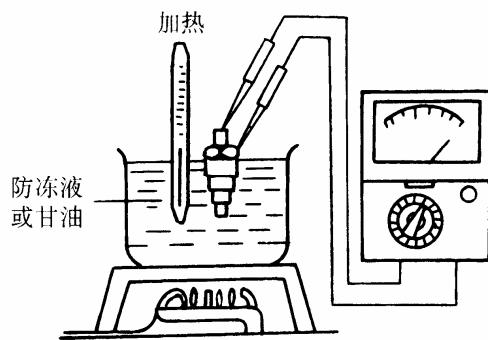

图 9-101 检查冷却液温度传感器
- 2) 拆下冷却液温度传感器后检查，将冷却液温度传感器放入水中加温（图 9-101），测量不同温度下的传感器电阻，电阻值应如表 9-14 所示。若电阻值不正常，则应更换冷却液温度传感器。